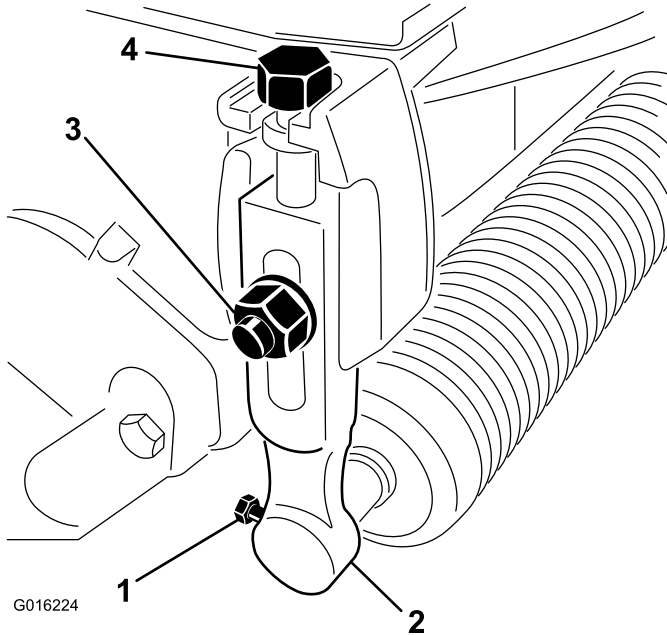

Figura 1
2. Afloje los tornillos que sujetan cada extremo del rodillo delantero a los brazos de ajuste de la altura de corte (*Figura 1*).
3. Retire los pernos avellanados, las arandelas y las contratuercas que sujetan los brazos de ajuste de la altura de corte a cada extremo de la unidad de corte (*Figura 1*). Retire los brazos de ajuste de la altura de corte y el conjunto del rodillo.
4. Retire los tornillos de ajuste de la altura de corte de los brazos de ajuste de la altura de corte (*Figura 1*).